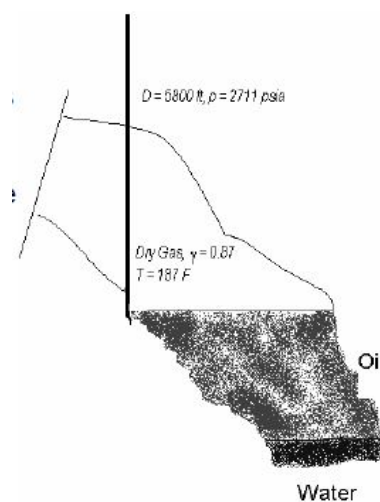

Figura 6.19: Reservatório com capa de gás.
- Suponha que nesta área, outros reservatórios foram encontrados com capa de gás (figura 6.19). É possível que tenhamos perfurado nosso poço em uma capa de gás e, em algum lugar abaixo, haja petróleo. Podemos estimar limites nas profundidades mínimas e máximas para o contacto hidrocarboneto / água se tivermos uma estimativa da massa específica do óleo?